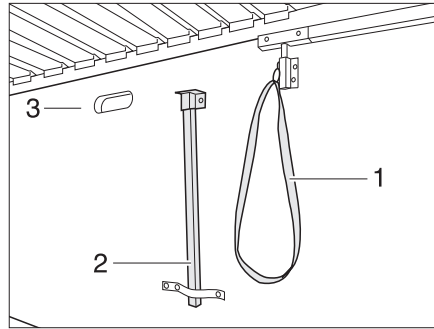

Bild 125 Stöd och frigöring
- Öppna luckan till lastutrymmet och fäll upp stödbenet (Bild 125,2) under sängen.
- Drag i bandet (Bild 125,1) och fäll ner sängen (Bild 125,3).